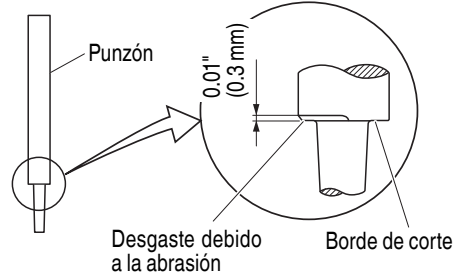

Fig. 10
Si emplea esta aparato de acuerdo con la duración útil indicada en la tabla anterior, el punzón se desgastará como se muestra en el diagrama ampliado de la punta desgastada del punzón de la Fig. 10. Este será el momento de reemplazar el punzón y la terraja.
2. Reemplazo del punzón y el troquel (consulte la Fig. 10)